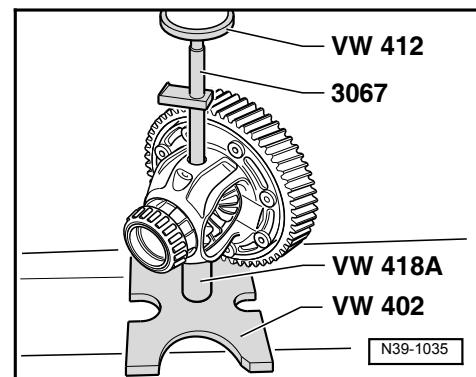

图 10 整体式止推垫圈的安装位置
- 安装位置→插图 自121 页 图 10
- 安装⇒插图 自121 页 图 10